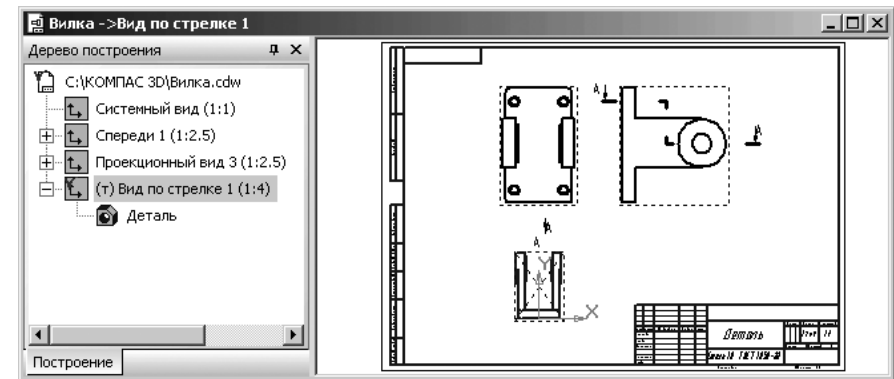

Рис. 4.134. Фрагмент главного окна системы в процессе создания стрелки взгляда
- щелкните на **Специальной панели управления** по кнопке **Создать объект**. Появится искомый вид (рис. 4.134).
- переместите указатель мыши, а вместе с ним и фантом изображения вида в нужное вам место, а затем щелкните мышью. Появится искомый вид по стрелке. В **Дереве построения** появится соответствующий пункт – **Вид по стрелке 4** (см. рис. 4.134). Возможное состояние системы показано на рис. 4.101.